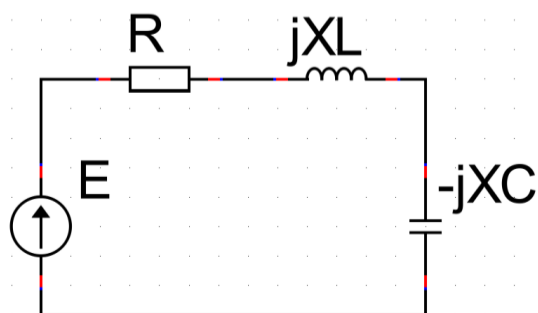

Рис. 7
7. Сохраняем схему в файл. На рис. 7 показана вычерченная выше схема, дополненная обозначениями элементов в комплексной форме и перенесенная в настоящий документ через буфер обмена.